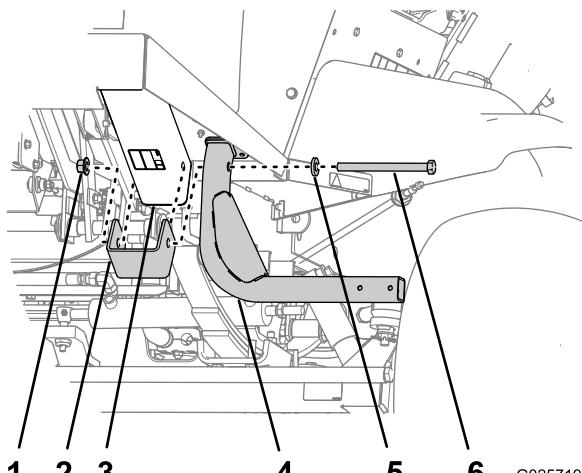

图2
1. 在机器前面、将垫片支架中的孔与前机架管中的孔对齐 (图2)。
2. 将踏板底座中的孔与垫片支架和机架管中的孔对齐 (图2)。
3. 使用六角头螺栓 (1/2 x 6 英寸)、锁紧螺母和垫圈、将踏板底座和垫片支架固定到机架管上 (图2)。